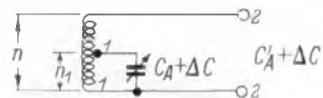
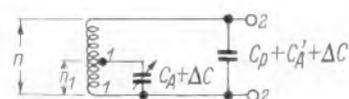

Bild 3. Transformation der Drehkondensatorwerte durch Anschluß an eine Spulenanzapfung
Bild 4. Bandspreizung durch Anschaltung des Drehkondensators an eine Spulenanzapfung
Bild 3 gibt die vollständige Schaltung des großen Vorsatzgerätes wieder. Man erkennt sechs jeweils auf Bandmitte abgestimmte KW-Eingangskreise. Sie werden durch die Tasten 1...3 bzw. 5...7 an das Steuergitter der Misch- und Oszillatorröhre ECH 42 gelegt. Die mittlere Taste 4 schaltet beim MW-Empfang die Antenne unmittelbar zum Empfänger durch.
In Bild 3 ist diese Taste gedrückt. Wird eine KW-Taste betätigt, dann gehen die Kontakte der Taste 4 nach unten. Die Antenne schaltet sich dadurch an die zu den Antennenkopplungsspulen führende Leitung. Die Ausgangsbuchse wird über 100 pF mit der Anode der Mischröhre verbunden, und die Anodenspannung der Röhre wird eingeschaltet. Die gedrückte KW-Taste legt außerdem Antennen-, Gitter- und Oszillatordspule an die Röhre.
In Bild 3 wird der Drehkondensator mit seinem Stator an eine Anzapfung der Kreisspule angeschlossen. Hierdurch wird der an den Klemmen 1,1 liegende Blindwiderstand des Drehkondensators von den Klemmen 2,2 aus gesehen auf einen höheren Wert herauftransformiert. Höherer Blindwiderstand des Drehkondensators an 2,2 bedeutet aber (bezogen auf gleiche Frequenz) eine kleinere Kapazität. Das heißt also, es ergibt sich von 2,2 (von der Spule aus) gesehen eine kleinere Kapazität, und zwar werden sowohl die Anfangskapazität als auch die Endkapazität des Drehkondensators im gleichen Verhältnis herabgesetzt.
Damit bleibt allerdings das Kapazitäts-Variationsverhältnis erhalten,  $C_A$  und  $\Delta C$  werden im gleichen Verhältnis durch die Transformation verringert. Eine Bandspreizung tritt also zunächst bei Anwendung der Schaltung Bild 3 nicht ein. Diese kommt erst zustande, wenn an den Klemmen 2,2 der Schaltung Bild 3 eine Parallelkapazität auftritt oder hinzugeschaltet wird. Es ergibt sich die in Bild 4 gezeigte Schaltungsanordnung.
Bei Hinzuschalten einer Parallelkapazität  $C_p$  an 2,2 (Bild 4) zu  $C_{A'}$  und  $\Delta C'$  ergibt sich ein Kapazitäts-Variationsverhältnis  $V_{C'}$  von:
Ein Drehkondensator mit einer Variation von 10...100 pF ( $\Delta C = 90$  pF) ist bei  $1/3$  der Windungszahl der Kreisspule ( $\ddot{u} = 3$ ) angeschlossen. Gemäß Bild 4 ist ein Trimmer mit einer mittleren Kapazität von 15 pF an 2,2 (Enden der Spule) angeschlossen. Welches Frequenz-Variationsverhältnis ergibt sich mit dieser Schaltung?
Aus der Formel (6) errechnet sich die erforderliche Parallelkapazität an 2,2 (siehe Bild 4) zu
Dieser Fall wird der in der Praxis am meisten auftretende sein. Es gilt wieder die Anordnung Bild 4.